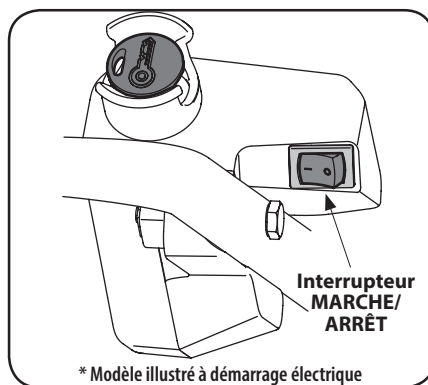

Figure 3-3
1. Pressez l'interrupteur et gardez-le enfoncé pour arrêter le moteur. Voir Figure 3-3.